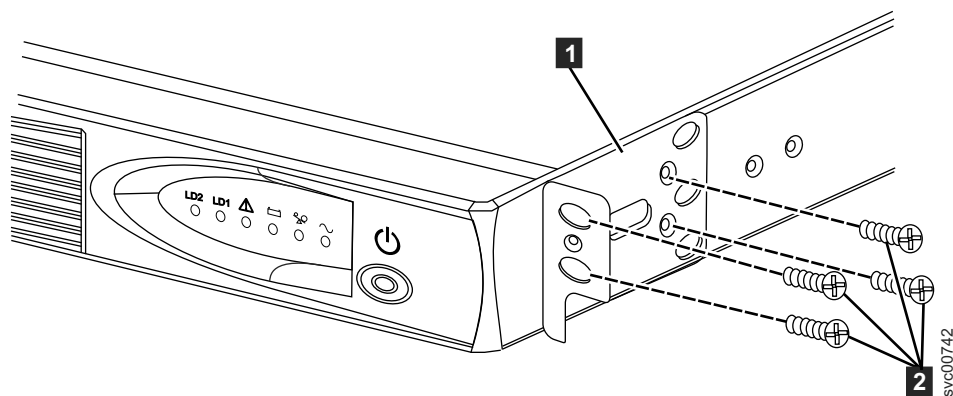

图 224. 安装 2145 UPS-1U 的 UPS 安装支架
2. 在 2145 UPS-1U 的两端，使用提供的四颗 M3 × 6 螺钉（图 224 中的 **2**）将装配支架的较长一端连接到 2145 UPS-1U。